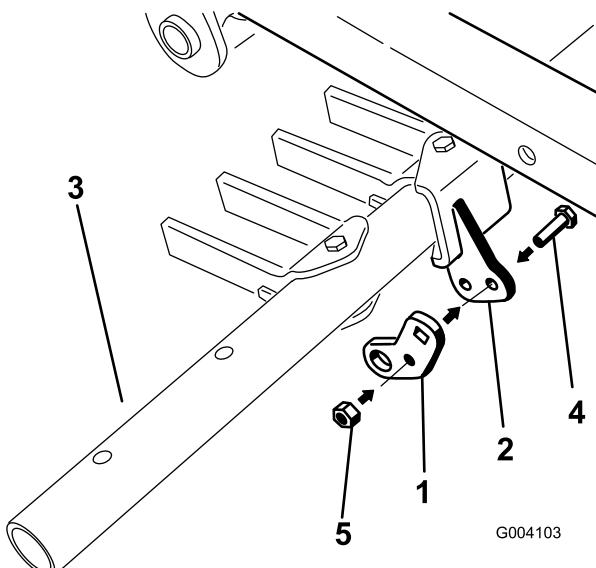

Figura 14
2. Instale provisionalmente la pestaña de giro (usando el taladro central de ésta) en el soporte de pivote de la barra de herramientas usando un perno (5/16 x 1 pulgadas) y una contratuerca (5/16 pulgada) (Figura 14).